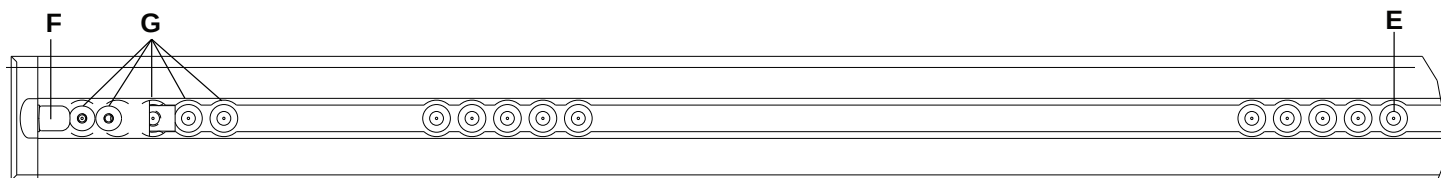

Figura 16 – Poziția șaibei de localizare a plăcii de podea - capătul pentru picioare
Notă - Dacă ați instalat anterior placa de podea fără cablul de prindere între ansamblul de ancorare și vehicul, măsurați 3 in. sau 7 in. (7,6 cm sau 17,8 cm) spre capătul pentru cap de la poziția E a șaibei de localizare (Figura 16). Marcați locul de la mijlocul canalului. Aici va fi locul prizei electrice. Consultați Manualul de instalare a plăcii de podea Stryker (6390-109-020) pentru instrucțiuni privind conectarea sistemului electric.
Notă - Cârligul de siguranță (F) și orificiile suplimentare de montare (G) sunt indicate numai ca referință (Figura 16). Acestea nu se folosesc pentru instalarea **Performance-LOAD**.